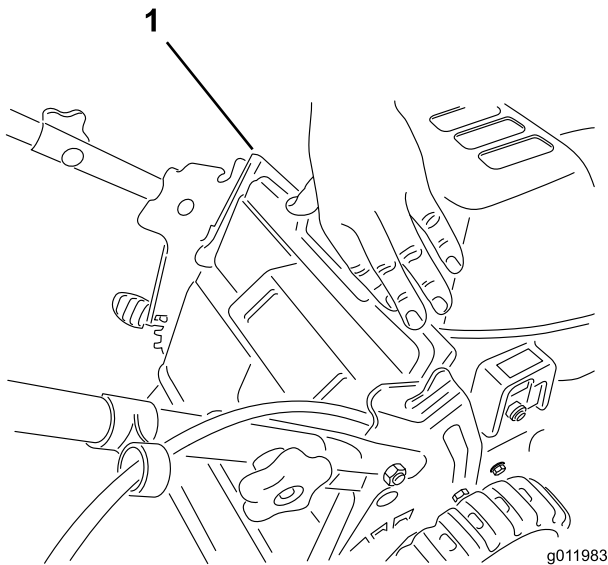

Figura 11
1. Levante el deflector trasero (Figura 11).
2. Espere 30 segundos, luego pulse el botón del disyuntor de seguridad (Figura 11).